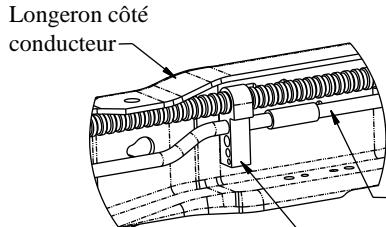
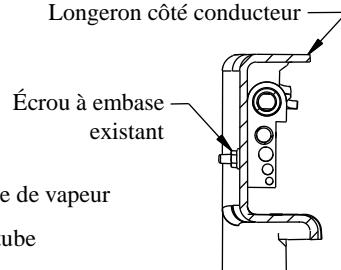

Figure 3a
Figure 3b
2. **Sur véhicules équipés d'un moteur à gaz seulement - 2005 à 2010.** Le tube de vapeur qui court sur l'intérieur du longeron côté conducteur doit être repositionné avant de poser le support côté conducteur. Voir la Figure 3a. Ôter l'écrou à embase de l'extérieur du cadre et le conserver pour usage ultérieur. Voir la Figure 3b. Faire pivoter les tubes vers le haut et de façon à libérer l'accès. Poser le support en L (6) à l'aide de la visserie 1/4" (3)(4)(5), comme illustré à la Figure 3c. Serrer le support en L (6) contre le cadre, mais laisser du jeu au porte-tube pour faciliter la pose du support.